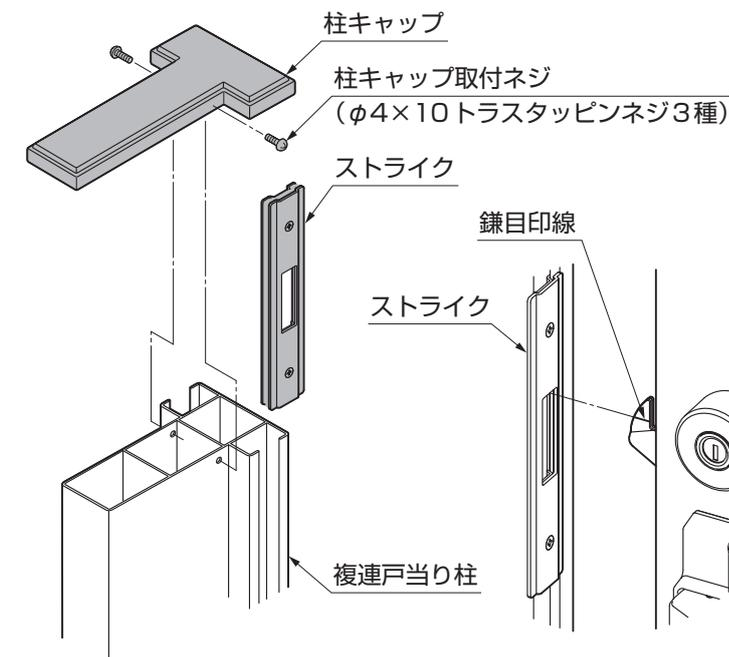

図6-4
③柱キャップを外して、戸当り柱にストライクを挿入し、柱キャップを「柱キャップ取付ネジ」で固定してください。(図6-4参照)